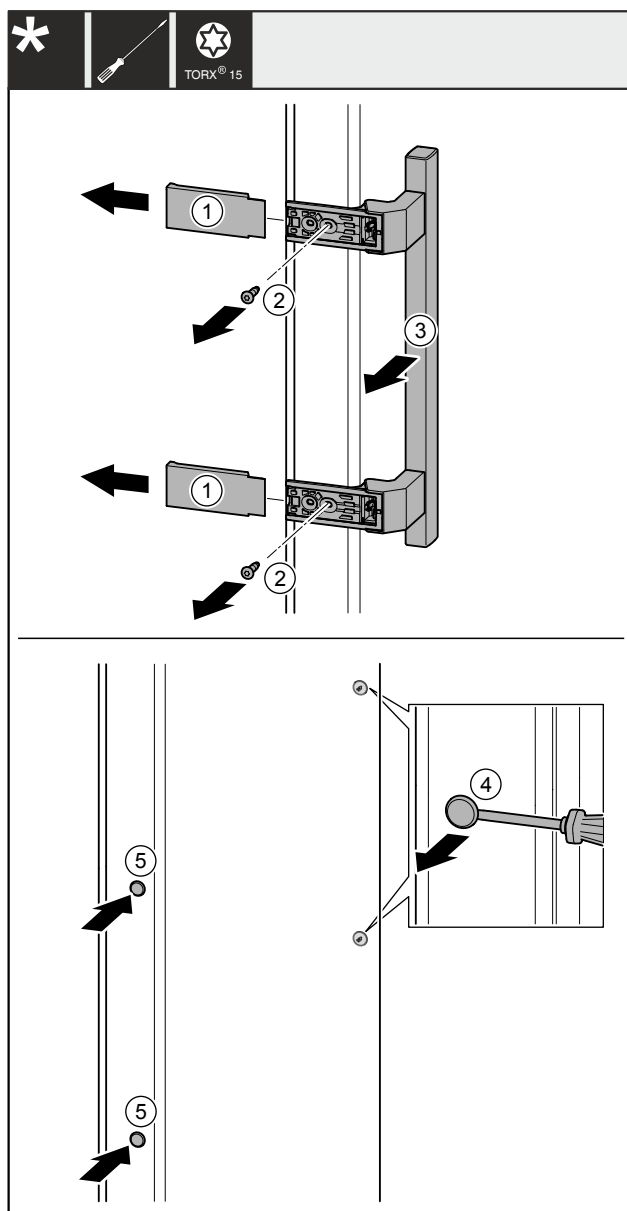

Fig. 40
- Togliere le coperture Fig. 40 (1).
- Estrarre le viti Fig. 40 (2) con un cacciavite.
- Rimuovere la maniglia Fig. 40 (3).
- Sollevare il tappo laterale Fig. 40 (4) con cautela con un cacciavite a intaglio ed estrarlo.
- Reinserire il tappo Fig. 40 (5) sull'altro lato.